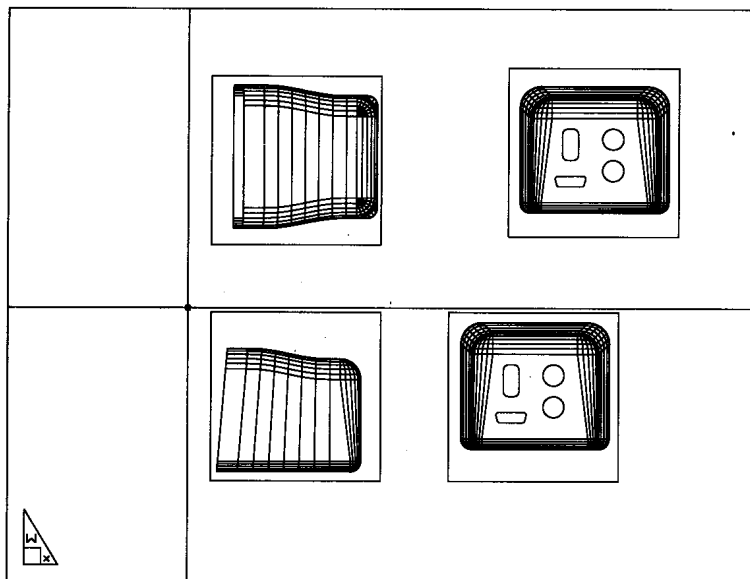

图 6-12
5) 视图布置用三个基本视图——俯视图、侧视图和后视图^①。别让这里使用的视图名把你搞混了。虽然主视图通常放在俯视图的下面，但对这个特定模型来说，所谓的主视图是没有意义的。因此，我们把侧视图放到俯视图的下面，把后视图放到侧视图的右面。虽然在设定的图纸上可以按实际尺寸画这三个视图，但已经没有多少空白可用来标注尺寸和注释。因此，我们将视图缩小一倍，并绘制孔槽的放大详图。
① 此为美国、日本等国的绘图标准。本书所述的俯视图其实为第三角投影法的顶视图，主视图为前视图（译者注）。
7) 使用 MSPACE 命令或其等效操作, 进入浮动模型空间, 为每一视口设置视图方向。VPOINT 命令可方便地用来设置视图方向, 如图 6-12 所示。俯视图的视图方向坐标为 $(0,0,1)$, 在其下面的侧视图的视图方向坐标是 $(0,-1,0)$, 后视图和孔槽详图的视图方向坐标是 $(1,0,0)$ 。